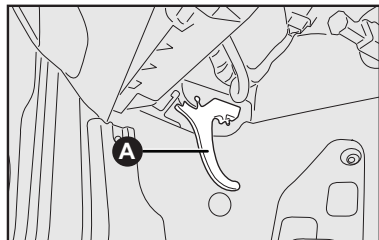

fig. 86
- 1) puxar a alavanca **A**-fig. 86.